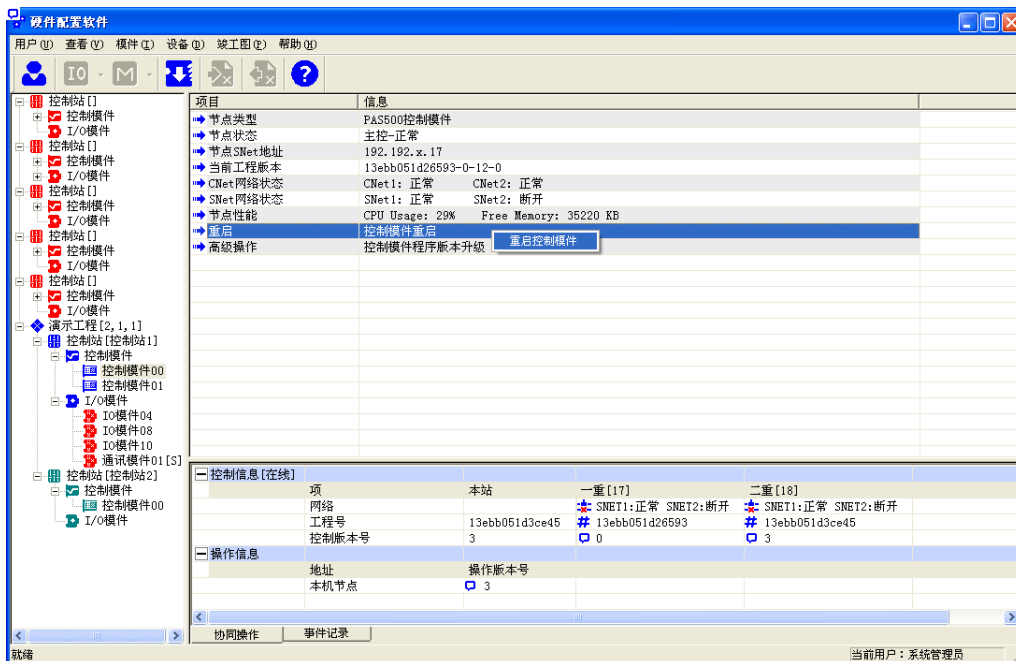
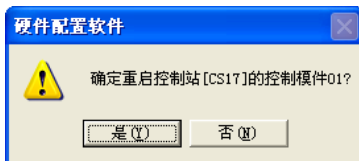

图 4-10 控制模块信息
图 4-11 控制模块重启
在导航区选择欲对之进行切换的双重化冗余的控制模块，如图 4-10 所示，双击“重启”，或者点击鼠标右键，在弹出菜单中选择“重启控制模块”，此时弹出重启窗口，如图 4-11 所示。点击“是 (Y)”后重启该控制板。